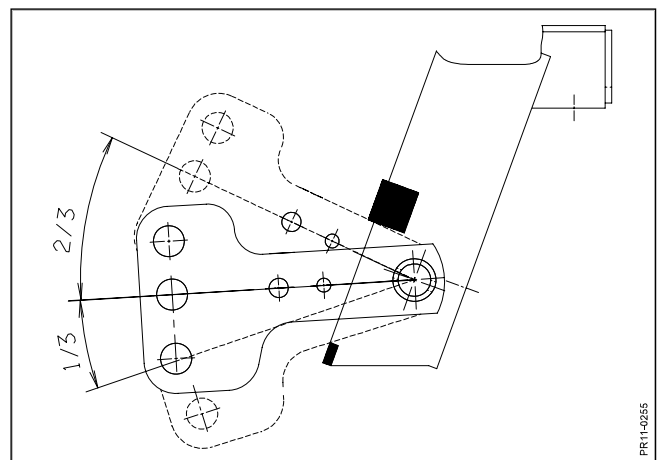

Fig. 2-21
- Fig. 2-21 10) Prüfen, ob der Schwenkarm sich ca. 1/3 nach unten und ca. 2/3 nach oben bewegen kann, wenn das Schneidwerk auf dem Boden steht, die Unterlenker gesenkt sind und die Haltekette straff ist. So ist die Maschine für eine optimale Boden Anpassung eingestellt.